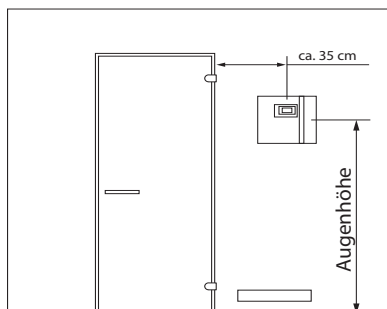

Abb. 2
1. Die Bohrungen  $\varnothing$  3 mm für die mitgelieferten Holzschrauben 4 x 20 mm werden entsprechend den in Abb. 2 + 3 angegebenen Maßen angebracht.